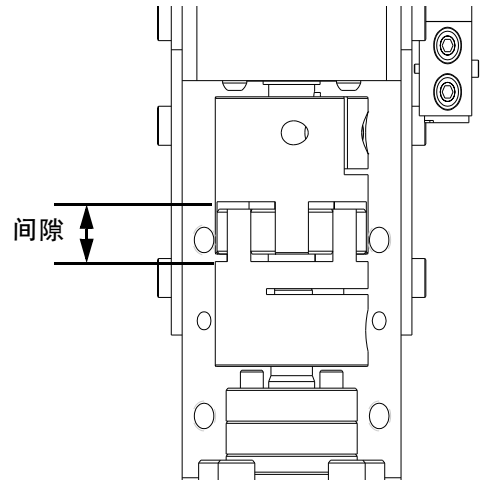

图 21
5. 分开接头，直至实现良好间隙。图 21. 参见以下表格。